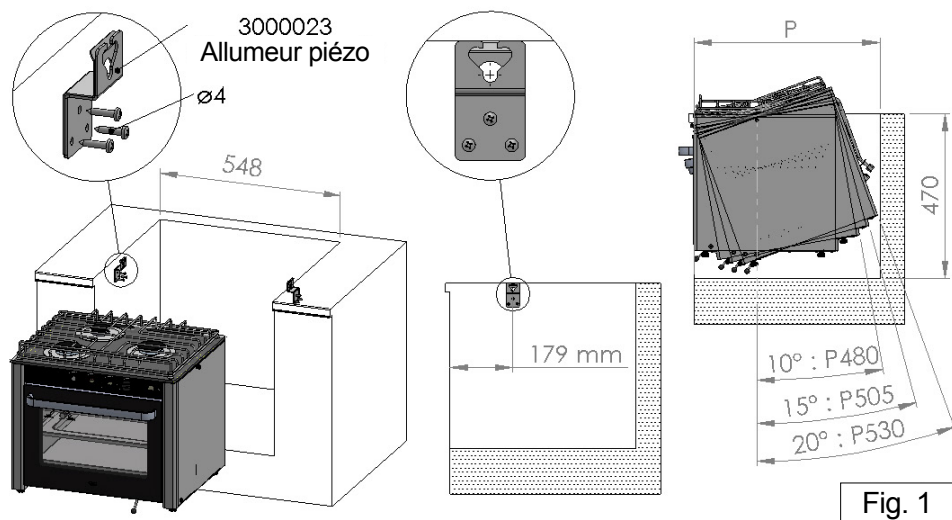

Fig. 1
- Le compartiment du meuble destiné à la cuisinière doit avoir les dimensions indiquées en **Fig. 1**. La profondeur P du compartiment varie en fonction des degrés de basculement à prévoir
- Fixer les étriers de fixation avec des vis $\varnothing 4$, en les positionnant comme illustré en **Fig. 1**